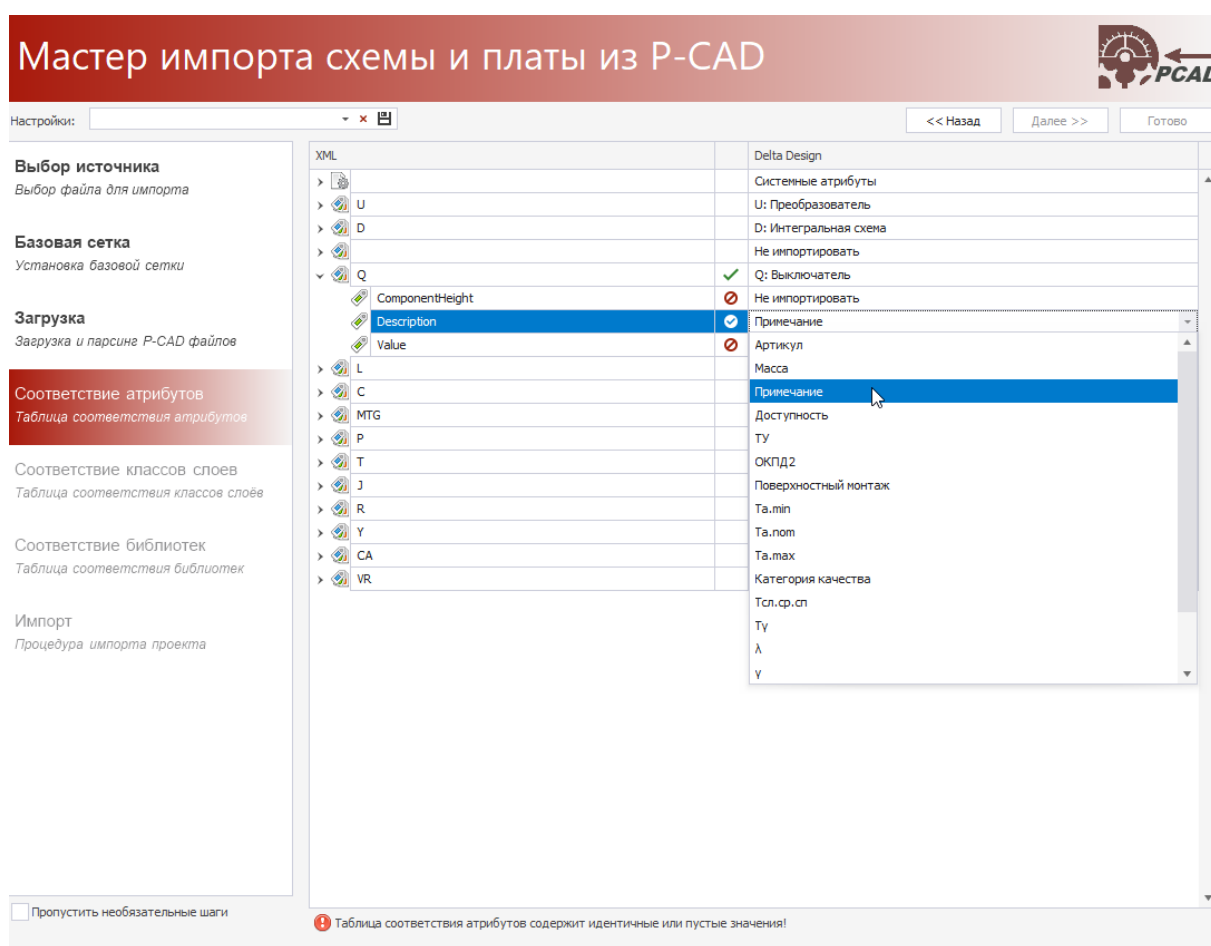

Рис. 24 Соответствие атрибутов
7. Проставьте атрибуты на шаге «Соответствие атрибутов», выбрав их из выпадающего списка, Рис. 24, и нажмите «Далее».